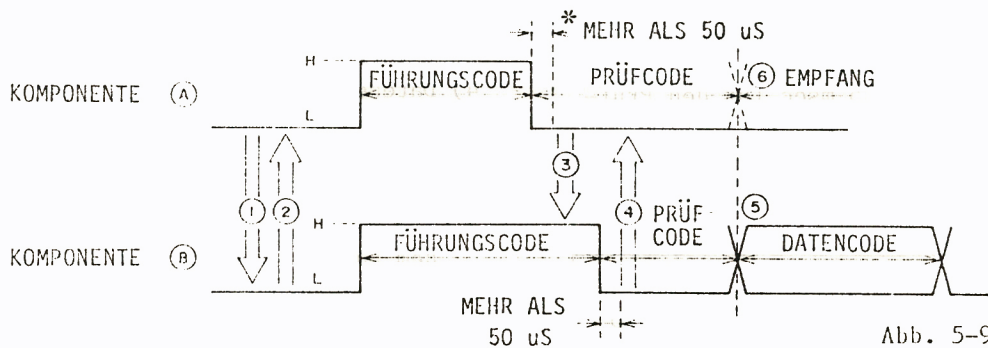

Abb. 5-9
2. Nach Absenken auf "L" vor überprüfen des Busses (Abb. 5-9) ist eine Pause von mindestens 50 μ sec vorzusehen.